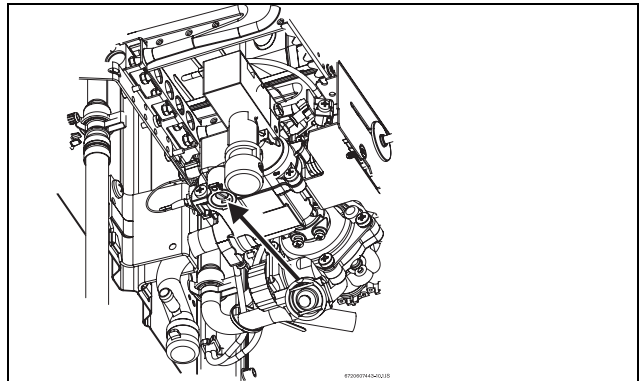

Fig. 13 Vite per regolazione della pressione massima
- Togliere il sigillo della vite (Fig. 13).
- Regolare la pressione mediante la vite (Fig. 13) attenendosi ai dati di pressione esposti nella tabella 5.